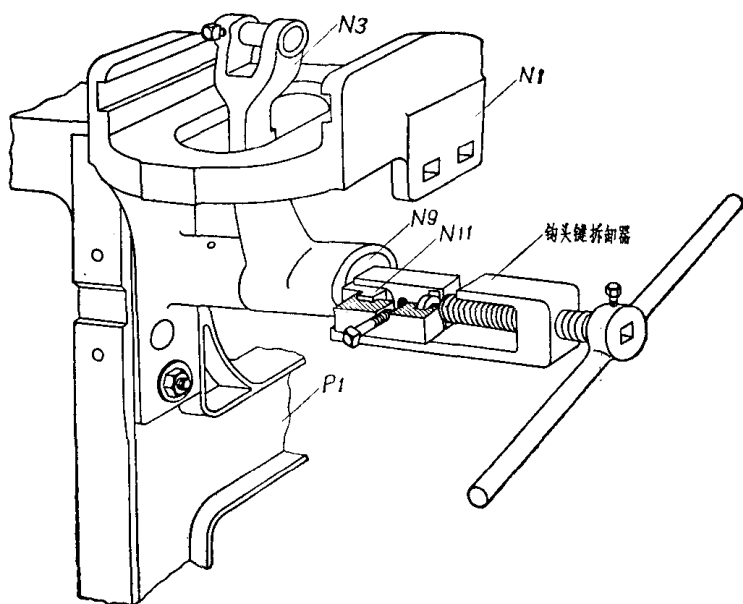

图 1 钩头键的拆卸法
6. 拆卸推梭臂 *N3* 时,可用钩头键拆卸器夹住键 *N11* 的钩头,把键拉出(如图 1 所示)。键拆下后,仍旧同拆下的推梭臂 *N3* 及推梭轴 *N9* 装在一起,但不要敲紧;